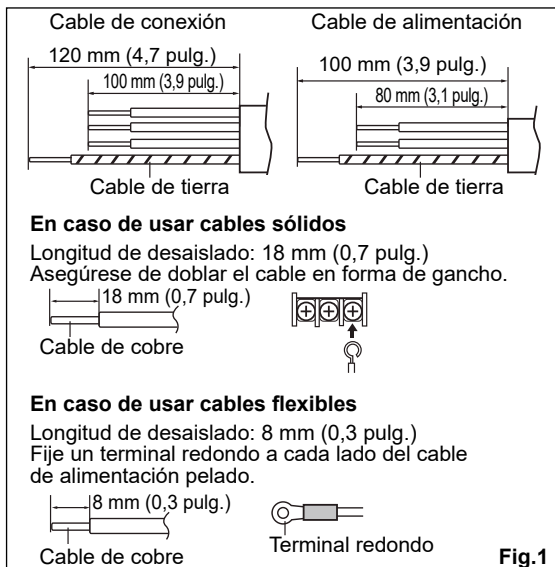

Fig.1
- (1) Pele los cables de cobre. (Fig.1)
- (2) Retire la tapa de cables.